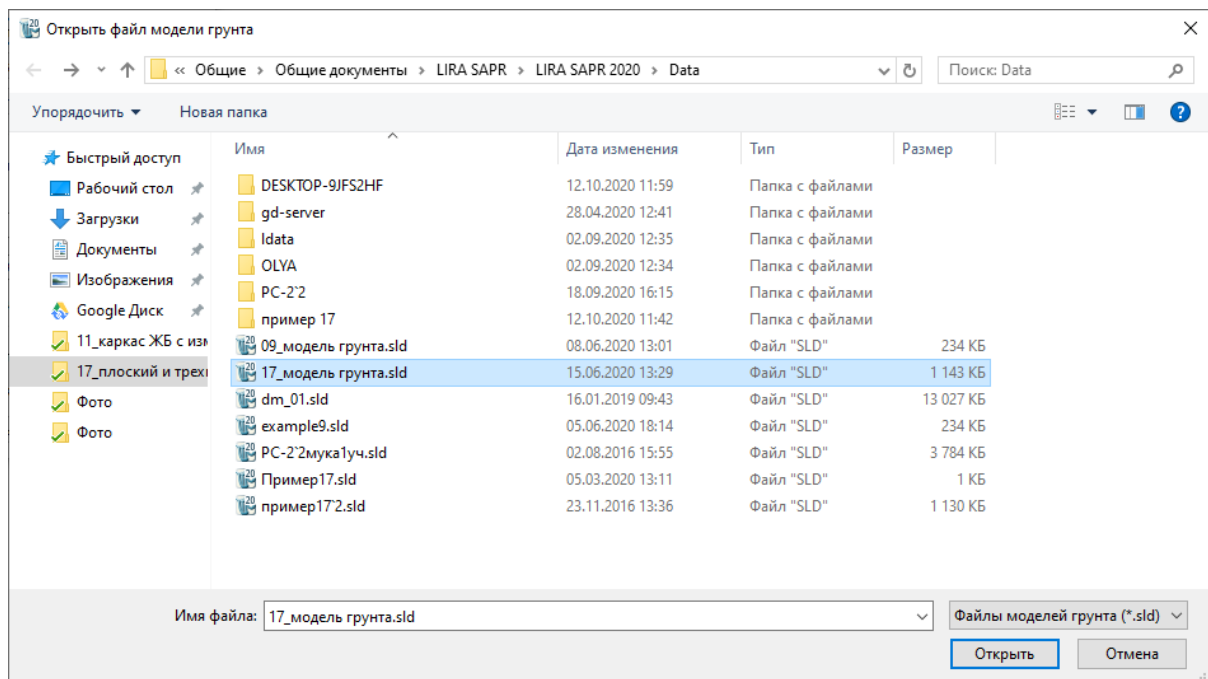

Рис. 17.4. Діалогове вікно **Відкрити файл моделі ґрунту**
- У діалоговому вікні **Відкрити файл моделі ґрунту** (рис. 17.4) виділіть файл **17\_модель ґрунту.sld**.